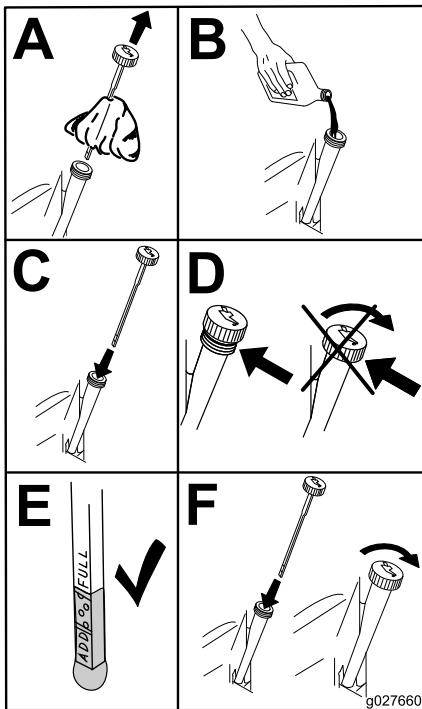

Figura 45
- Versate lentamente circa l'80% dell'olio indicato nel tubo di rifornimento e sempre con cautela rabboccate l'olio necessario per portarlo alla tacca di **Pieno** (Figura 45).